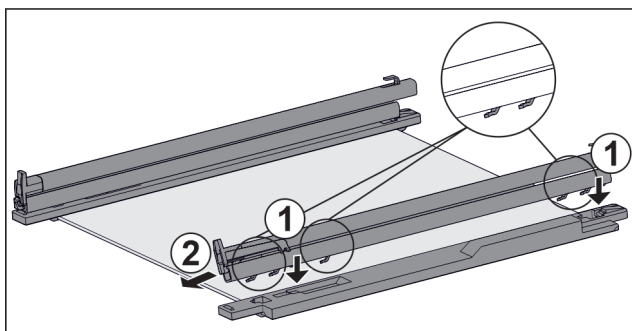

Fig. 125 Стекла́нная пласти́на с напра́вляющими и крепе́жными эле́ментами
- Поместите крючки направляющей в отверстия **левого** крепежного элемента. Fig. 125 (1)
- Потяните направляющую вперед. Fig. 125 (2)
- Поместите крючки направляющей в отверстия **правого** крепежного элемента. Fig. 125 (1)